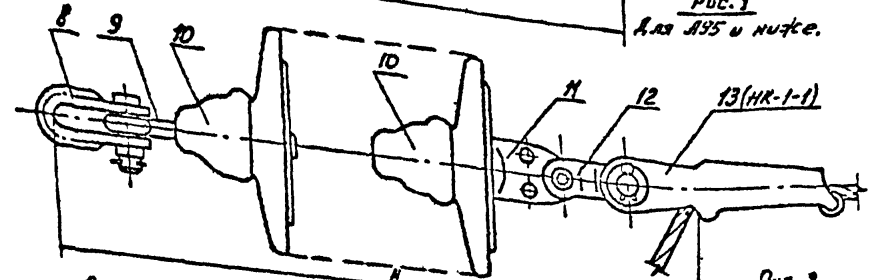

Рис. 2
2. Выполнить плотную намотку, стягивая основной провод и шейф. (рис.2)
| Рис. 2                           |                              |                      |                      |